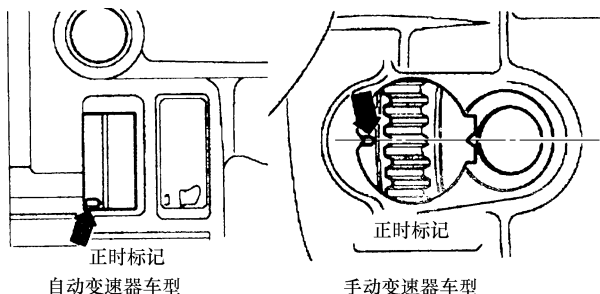

图 2-4 对齐标记
6) 旋转曲轴，使 1 缸处于压缩行程上止点位置。确保飞轮上的上止点标记对齐，如图 2-4 所示。